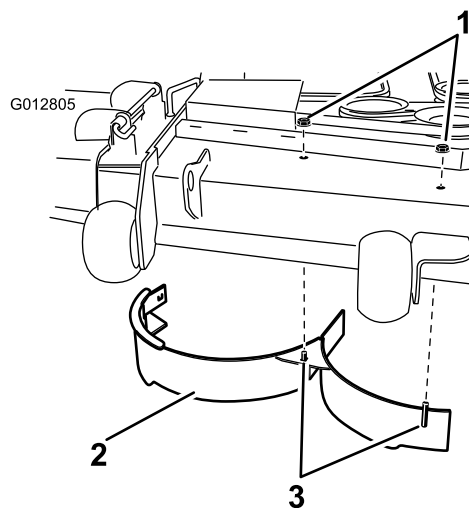

Figura 34
10. Remova as duas porcas de bloqueio (5/16 polegada) presas aos postes soldados do abafador direito na parte superior da plataforma do cortador nas posições central e direita (Figura 34). Retire o abafador direito da plataforma do cortador.